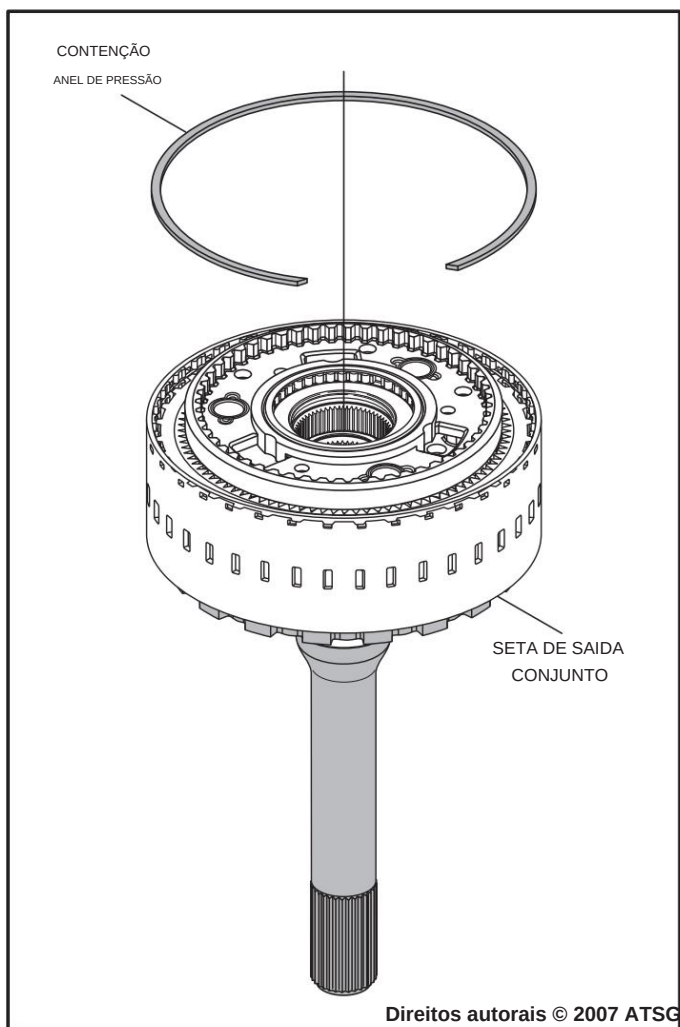

Figura 132
22. Vire todo o suporte de saída e conjunto do eixo de saída e instale o último anel elástico de retenção, conforme mostrado na Figura 132.